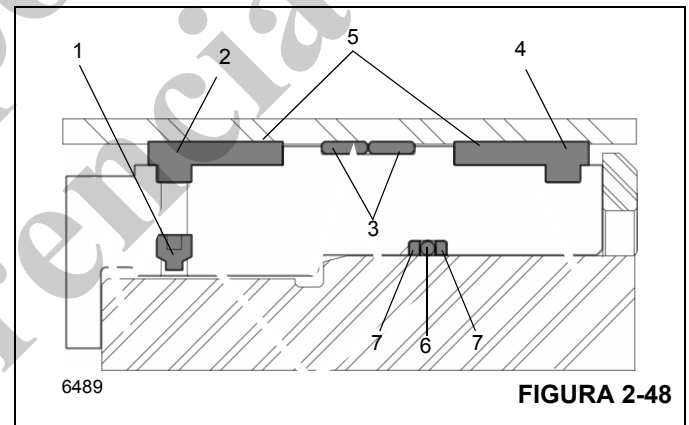

FIGURA 2-48
10. Instale los anillos de bloqueo de guía y los sellos de hidrobloqueo en la parte exterior del émbolo (Figura 2-48).